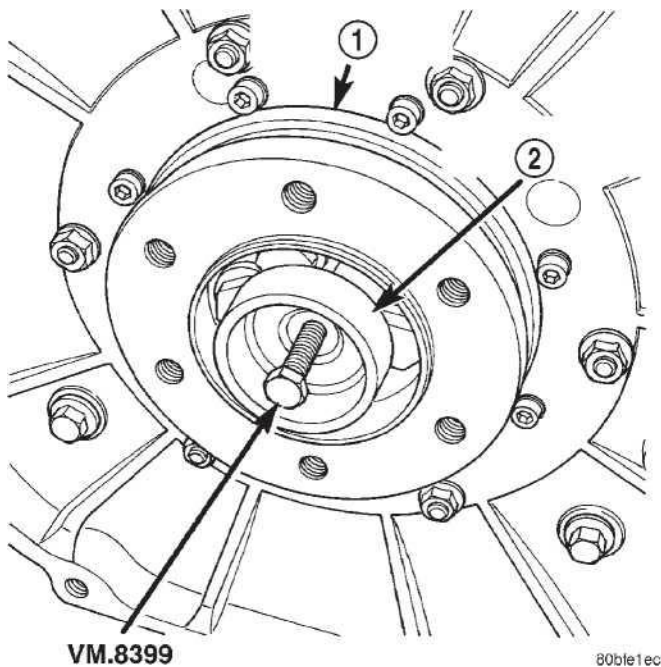

Рис. 106 Направляющая втулка передачи
- (1) Установите специальный инструмент VM-8399 в направляющую втулку передачи (Рис. 106).